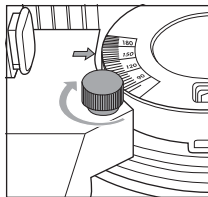

Abb. 5
- ◆ Drehen Sie die Feststelmutter **6** fest. Die Pfeile der beweglichen Arme **1** zeigen auf die Skala und geben den gemessenen Winkel an (siehe Abb. 5).